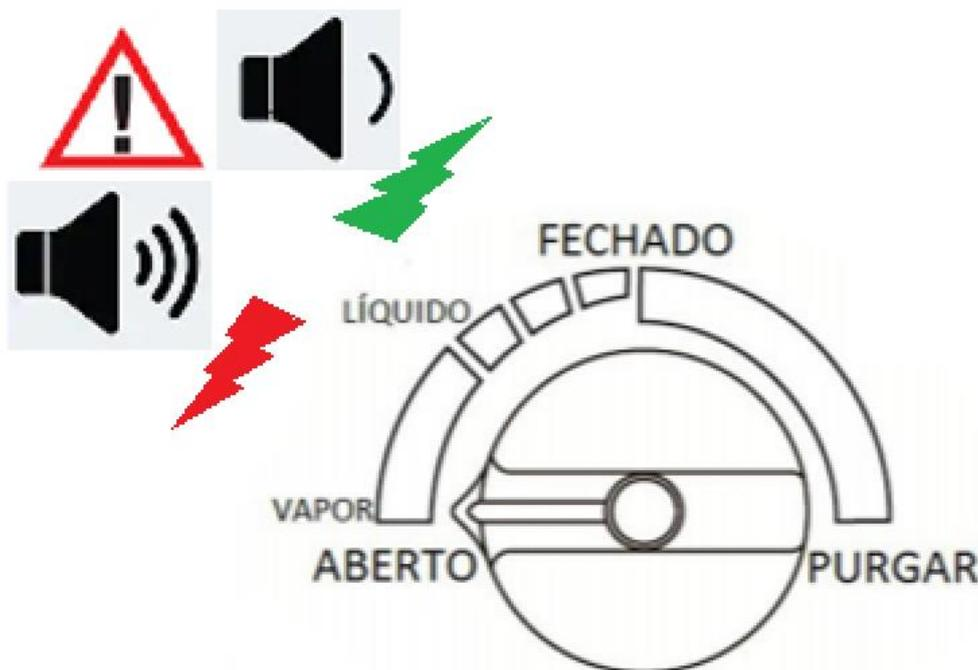

Figura 3
\* **Nota:** Neste momento, após ligar a recolhedora, a única válvula que se encontrará fechada é a válvula (IN) que deve ser aberta de forma gradativa da posição fechada (CLOSE) até a abertura total (OPEN) indicando o recolhimento gás na fase de líquida e posteriormente do vapor. Nesta fase inicial do recolhimento, geralmente o fluido refrigerante se encontra no estado líquido. Diante disso observe o som de funcionamento e a qualquer sinal de “batida”, interrompa imediatamente o recolhimento retornando a válvula (IN) à posição fechada (CLOSE). O aumento repentino do som ou sinal de “batida”, indica que o fluido refrigerante pode estar entrando na fase líquida na câmara de compressão, observar a Figura 3. A válvula (IN) têm a função de restringir a passagem do fluido, e tal restrição concomitante com a sucção provocada pela câmara de bombeamento faz com que o gás se vaporize, caso ainda esteja na forma líquida entrando somente na forma gasosa na câmara de compressão.